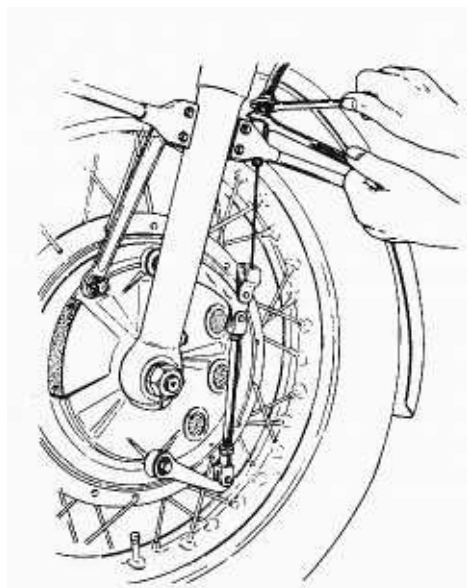
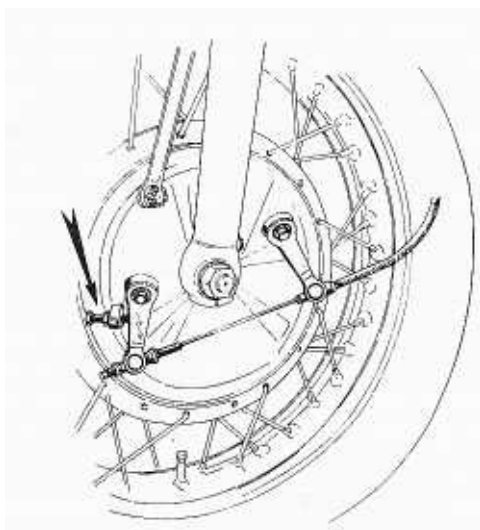

Bild 253
Bild 255
- Die Achsmutter lösen. Die Bremseinstellschrauben zuerst am Lenker, dann an der Bremse lockern und den Bremszug von der Bremse lösen. An der Grimeca-Bremse ist der Bremszug mit Gabelbolzen und Splint befestigt (Bild 253), an der älteren Laverda-Bremse mit Hilfe der Einstellschraube (Bild 255). Die Verbindungsstange zwischen beiden Bremsnockenhebeln nicht verstellen. Die Geschwindigkeitsmesser-Antriebswelle von der Radnabe lösen und herausziehen, und den Bremsanker vom Bremsträger abschrauben. Die beiden Klemmschrauben am unteren Ende der Gabelrohre entfernen, die Achsmutter abschrauben und die Radachse sorgfältig herausziehen; dabei muss das Rad unterstützt werden. Das Vorderrad vorsichtig herausziehen und alle drei eventuell herausfallenden Distanzscheiben abheben.
mm am äusseren Hebelende. Bei jeder Trommelbremsbauart kann die Einstellung des Leerweges am Handhebel erfolgen. Bei richtiger Einstellung streifen die Bremsbacken gerade nicht mehr an der Bremstrommel. Falls der Einstellweg am Handhebel nicht ausreicht, kann die Grobeinstellung nach Bild 253, 255 oder 256 bei der Trommelbremse erfolgen.
- Die Einstellung der älteren Laverda-Trommelbremse an der Bremsenseite erfolgt am Seilende beim Bremsnockenhebel (Bild 255), bei der neueren Laverda-Bremse und bei der Grimeca-Bremse am Auflagepunkt der Seilhülle (Bilder 256, 253). Die Anschlagsschraube des vorderen Bremsnockenhebels an der älteren Laverda-Bremse und die Verbindungsstange zwischen beiden Bremsnockenhebeln an der neueren Laverda-Bremse und an der Grime--